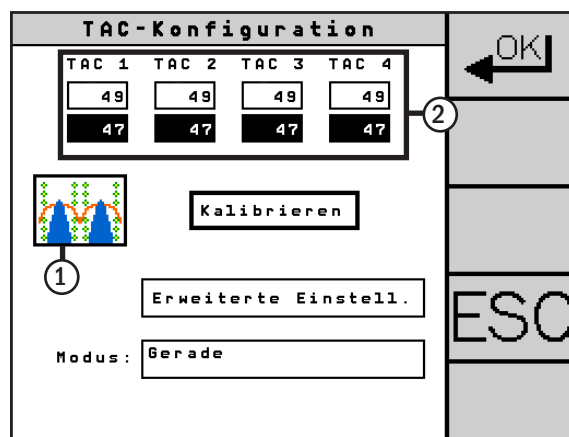

Abb. 236: Anderer Fahrtart-Modus ausgewählt
Der ausgewählte Fahrtart-Modus wird angezeigt (1) und die Anzahl der Sensoren angepasst (2) (siehe Abb. 236).